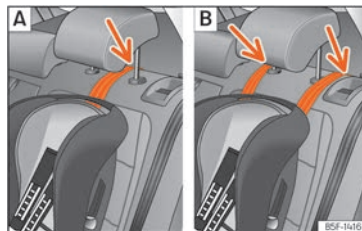

Fig. 38 Asientos traseros: ajuste y montaje en función del cinturón Top Tether.
- Coloque la correa por debajo del apoyacabezas (en función de las instrucciones de la propia silla, levante o retire el apoyacabezas si fuera necesario) »» fig. 38.